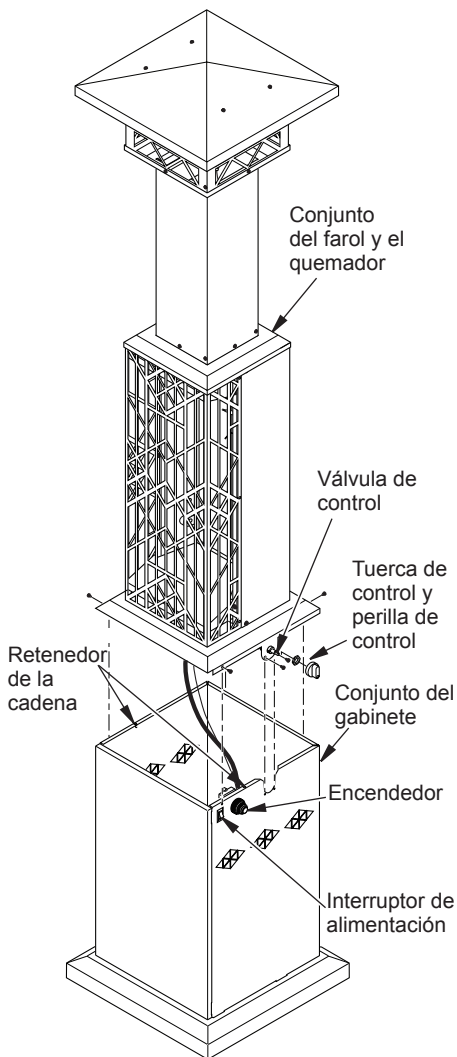
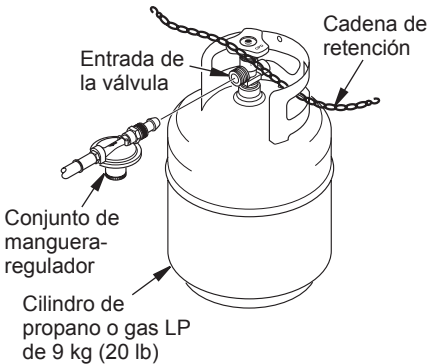

Figura 8 - Cómo fijar el conjunto del farol y el quemador al conjunto del gabinete
Figura 9 - Conexión del conjunto de manguera-regulador al cilindro de propano o gas LP
1. Coloque el conjunto del farol completo sobre el conjunto de la base del gabinete. Fíjelo con 4 tornillos (H), como se muestra en la figura 8. Instale 2 tornillos (H) en los orificios que se encuentran a cada lado de la válvula de control. Fije la tuerca y la perilla de control a la válvula de control.
Use un cilindro de 9 kg (20 lb) de propano o gas LP solamente (no incluido). Consulte la información de seguridad para seleccionar el cilindro adecuado. Conecte el conjunto de manguera-regulador al cilindro (consulte la figura 9). La manguera ya debe estar conectada al calentador. Conecte la manguera a la entrada de la válvula (consulte la figura 9). Apriete firmemente usando una llave.
Guíe la cadena de retención para que pase a través de por lo menos una de las manijas del tanque de propano o gas LP (consulte la figura 9). Asegúrese de guiar la cadena a través de la manija del tanque y NO alrededor de la válvula del tanque. La cadena no debe interferir con la válvula. Fije los ganchos de ambos extremos de las cadenas a los retenedores de las cadenas instalados en la base del gabinete (consulte la figura 8, página 7).